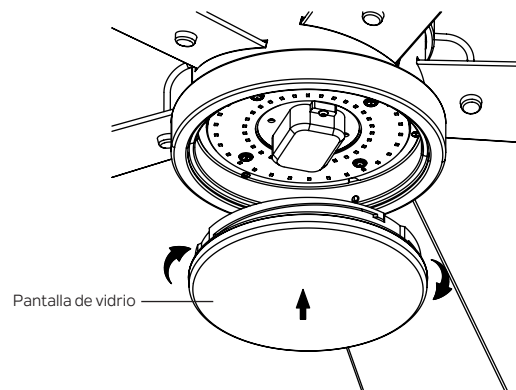

Figura 22
Paso 2. Levante la pantalla de vidrio hasta el kit de luces, asegure la pantalla de vidrio a la placa de luz. En el sentido de las agujas del reloj, gire la pantalla de vidrio gradualmente hasta que encaje en la placa de luz. NO AJUSTE EN EXCESO. (Figura 22)